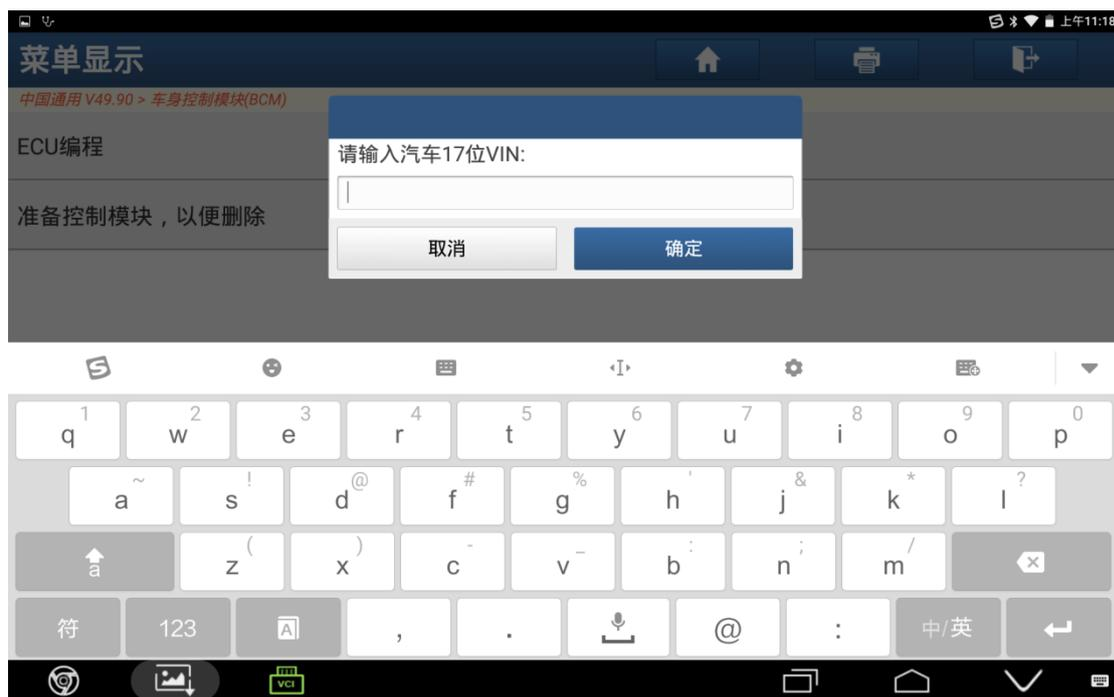

图 18
18). 如果 VIN 错误, 点击“否”手动输入 17 位正确 VIN 码后点击“确定”, 如图 18;